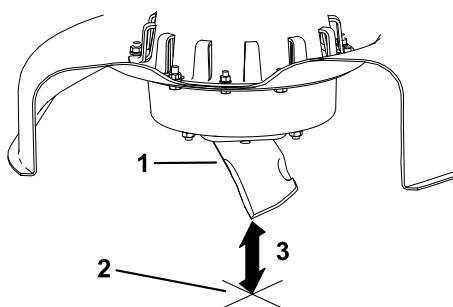

Bild 32
5. Messen Sie von der Messerspitze bis zu ebenen Fläche (**Bild 32**).